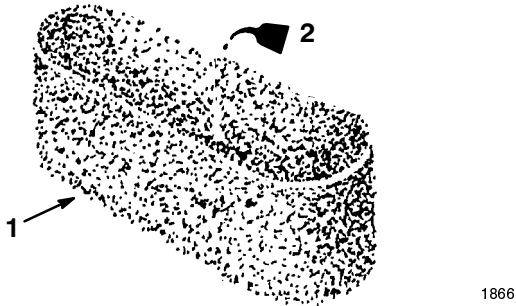

Abbildung 30
- C. Etwas Öl 30-60 ml (1-2 oz.) auf den Einsatz geben (Abb. 30). Den Einsatz drücken, um das Öl zu verteilen.